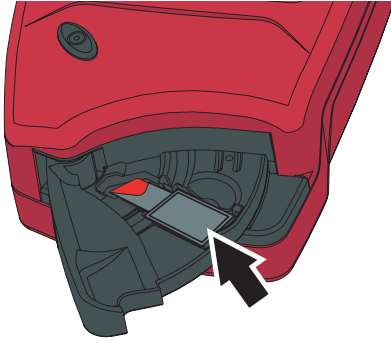
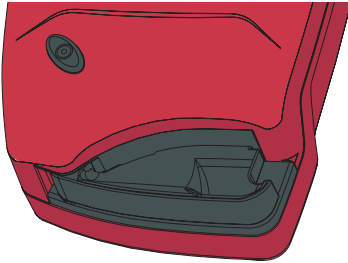

FIGURE 3-11
FIGURE 3-12
e) Utfør målingen slik det er beskrevet i *FIGURE 3-11* og *FIGURE 3-12* i avsnittet 3.1 *Kapillærblod*.